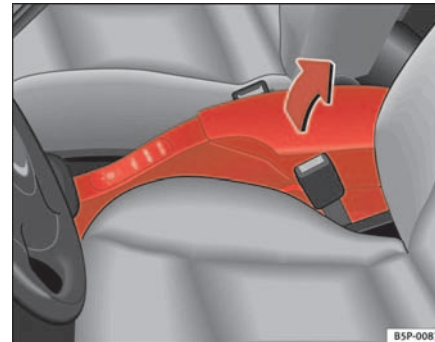

Abb. 101 Armlehne
- Zum Öffnen des Ablagefaches drücken Sie die Taste der Armlehne in Pfeilrichtung ⇒ **Abb. 101** und heben den Deckel nach oben an.